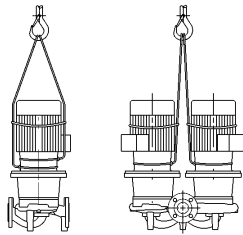

Fig. 3: Fijación de las cuerdas para el transporte
- En este caso, las argollas de transporte del motor solo sirven como guía durante la suspensión de la carga (fig. 3).